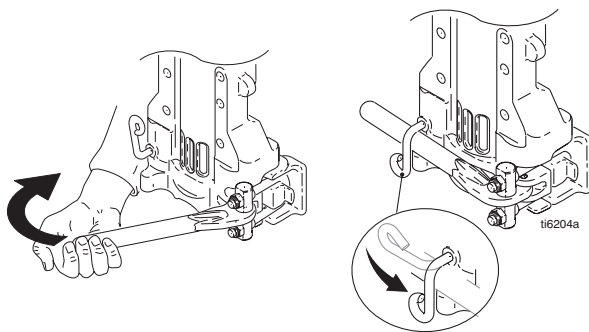

FIG. 27
6. FIG. 27. Tilspænd låsen, og drej den til låst position.